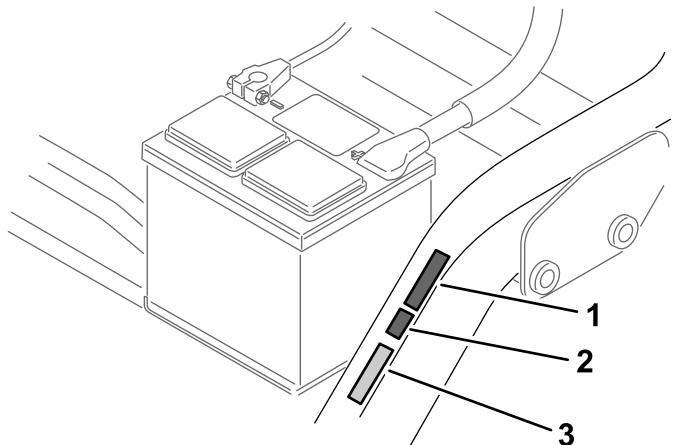

図 17
- シリアル番号プレートの隣に CE マークを貼りつける図 17。
- CE マークの隣に CE 製造年ステッカーを貼り付ける図 17。